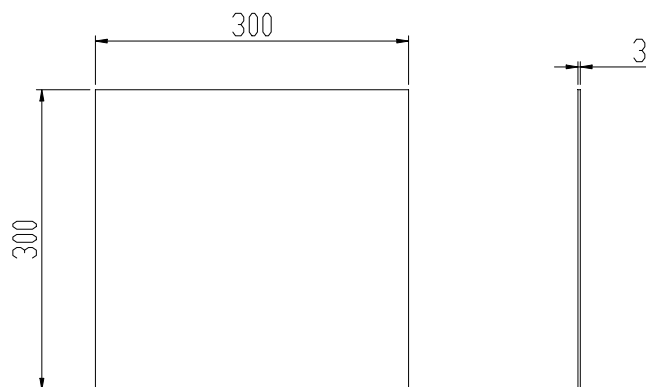

图4 铝散热板尺寸图
- 注: 1. 产品的最终安装环境需要满足模拟散热环境的要求。(请参考图 4 的铝散热器)
为了满足降额曲线和整机性能指标，实际安装要求电源底面紧贴散热铝板或相同尺寸的机壳（建议散热板尺寸如图 4所示，单位 mm）。为了优化散热性能，铝板表面必须光滑并涂敷导热脂，且必须安装在铝板中心位置。